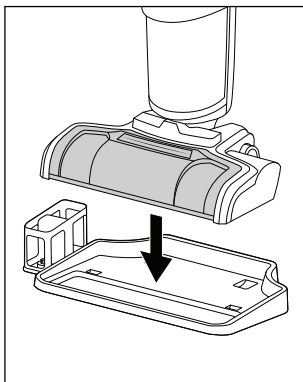

Fig. 31
- ◆ Coloque o aparelho desligado sobre a base de imobilização **4** do suporte de armazenamento e limpeza (ver fig. 31).